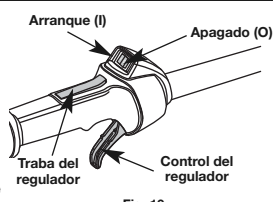

Fig. 10
NOTA: No hay necesidad de encender la unidad. El Control de Encendido y Apagado está en la posición Encendido (I), en todo momento (Fig. 10).
NOTA: No hay necesidad de encender la unidad. El Control de Parada Arranque y Apagado está en la posición **Arranque (I)**, en todo momento (Fig. 10).
- Oprima y mantenga oprimido el control de encendido y apagado en la posición de **APAGADO (O)** hasta que el motor se detenga por completo (Fig. 10).